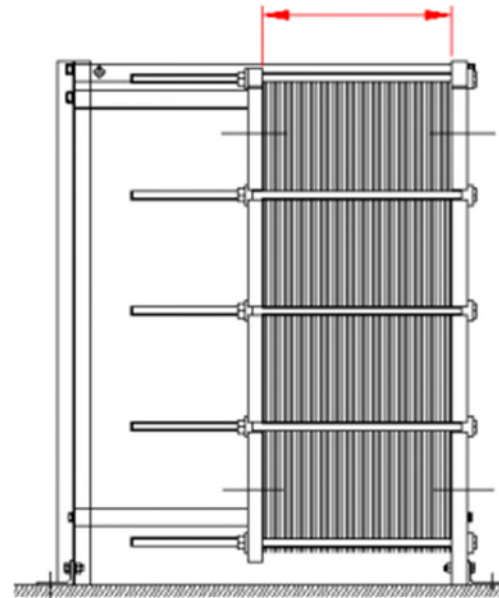

Figura 42: Fase 6 - placcaggio massimo
- 6) Serrare lo scambiatore di calore alla dimensione massima della piastra specificata nel diagramma di disposizione delle piastre. La dimensione deve essere la stessa in tutti i tiranti (**Figura 42**).
Prima della messa in funzione, accertarsi che l'apparecchiatura sia montata correttamente e che le tubazioni siano collegate in modo appropriato. Inoltre, verificare che le piastre siano state compresse alla dimensione corretta specificata nel disegno del cliente (**Figura 42** e fare riferimento alla Sezione 9.0).